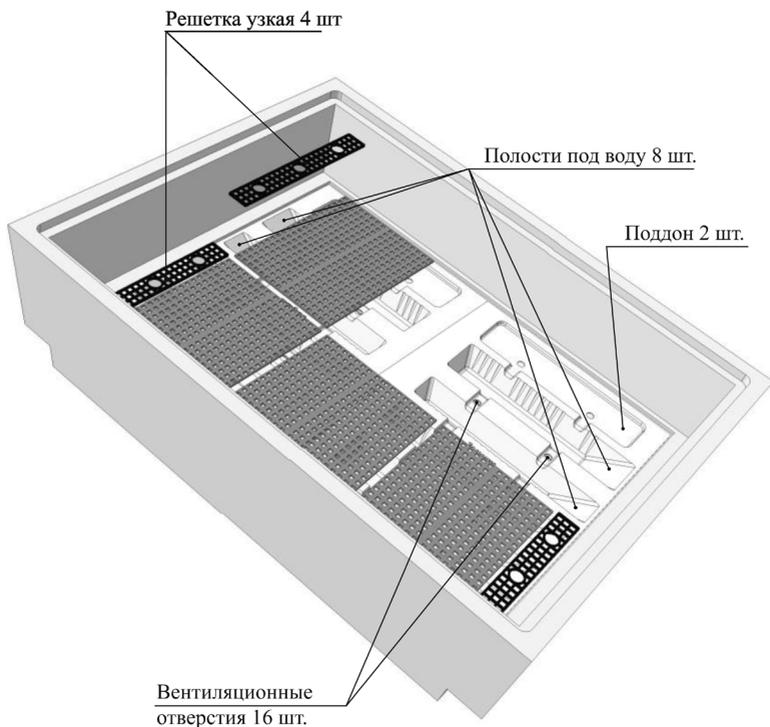

Рис. 3
6.2. Разместите пластиковые поддоны на дне инкубатора (см. Рис.3). Залейте теплую воду (35-40 С) в полости. Заливать воду желательно в оба поддона симметрично. Количество заливаемых полостей выбирается экспериментально. В помещении с высокой влажностью заливайте воду в 1-2 узкие полости с каждой стороны. В сухом помещении количество заливаемых полостей необходимо увеличивать вплоть до 8.
6.3. Разложите пластмассовые решетки на поддоны, начиная с крайних узких решеток (см. Рис.3).